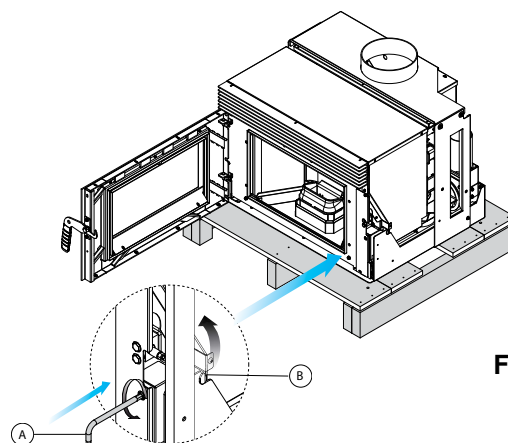
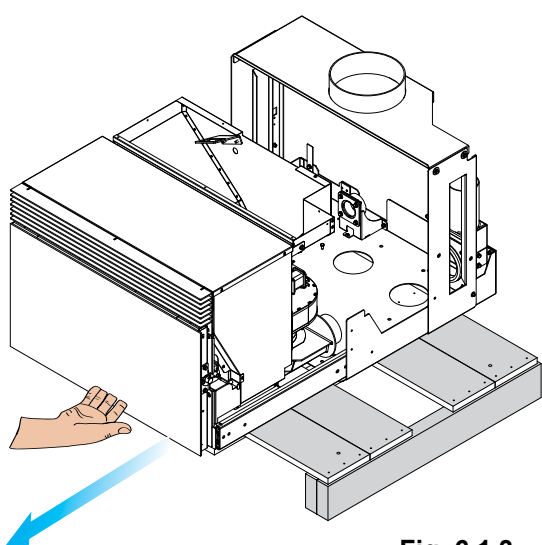

Fig. 6.1.2
Fig. 6.1.3
4. Insérer la clé Allen (A) dans le logement de déblocage de l'arrêt ; tourner le levier de fermeture dans le sens antihoraire, sur (B) (Fig. 6.1.2), fermer la porte et tirer la machine vers l'extérieur jusqu'à la fin de course des rails (Fig. 6.1.3).